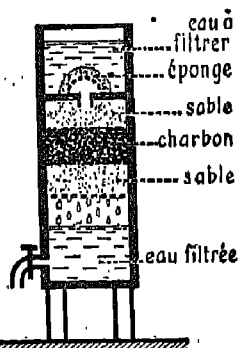

Fig. 11. — Modèle d'un filtre de campagne, facile à réaliser.
2. Un filtre de campagne. — C'est celui qu'on pourra réaliser quand, faute de mieux, on n'a d'eau courante, on ne peut se servir que d'un filtre à eau d'une bougie de porcelaine. La fig. 11 représente un modèle qu'on peut réaliser à peu de frais (Hauteur totale : 1 mètre environ).